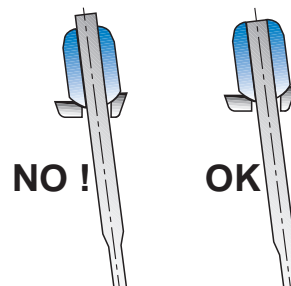

Fig. 46
- Tensionate uno ad uno tutti i raggi (sia sul lato destro, sia sul lato sinistro) avviando i dadi fino a portare l'estremità del raggio a filo del fondo del dado (Fig. 46), controllando sempre che le piastrine rimangano in posizione corretta.
- Tension all the spokes one by one (on both RH and LH sides) by tightening the nuts until the end of the spoke is snug against the nut (Fig. 46), always making sure that the plates remain in the correct position.
- Alle Speiche nacheinander spannen (sowohl auf der rechten, wie auf der linken Seite) und dabei die Mutter so lange anziehen bis das Ende der Speiche bündig mit der Simfläche der Mutter abschließt (Abb. 46) und ständig überprüfen, ob die Plättchen weiter korrekt ausgerichtet bleiben.
- Tendez un à un tous les rayons (aussi bien sur le côté droit que sur le côté gauche) en vissant les écrous jusqu'à porter l'extrémité du rayon à ras du fond de l'écrou (Fig. 46), en contrôlant toujours que les plaquettes restent en position correcte.
• Tensar uno a uno todos los radios (tanto del lado derecho como del lado izquierdo), enroscando la tuerca hasta que el extremo del radio quede a ras del fondo de la tuerca (Fig. 46), controlando siempre que la placa permanezca en posición correcta.
• Span alle spaken één voor één door de moer aan te draaien totdat het einde van de spaak in de moer zit (fig. 46), controleer of de juiste richting staan.